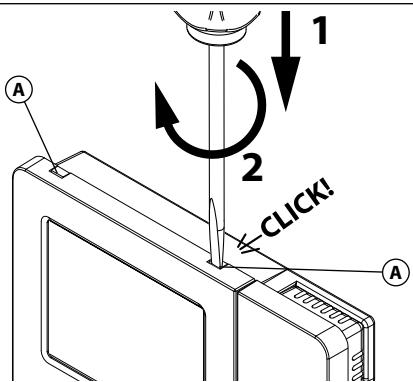

Fig. 1
- Per installare il videocitofono è necessario aprirlo separando la base dal coperchio che ospita tutta l'elettronica dello stesso: scollegare la cornetta dal videocitofono rimuovendo il relativo plug quindi inserire la punta di un giravite piatto da 5.5mm nella clip **A** dopodiché ruotare in senso orario fino a che non si udirà un "CLICK!". Ripetere la stessa operazione con l'altra clip come mostrato in **Fig. 1**.